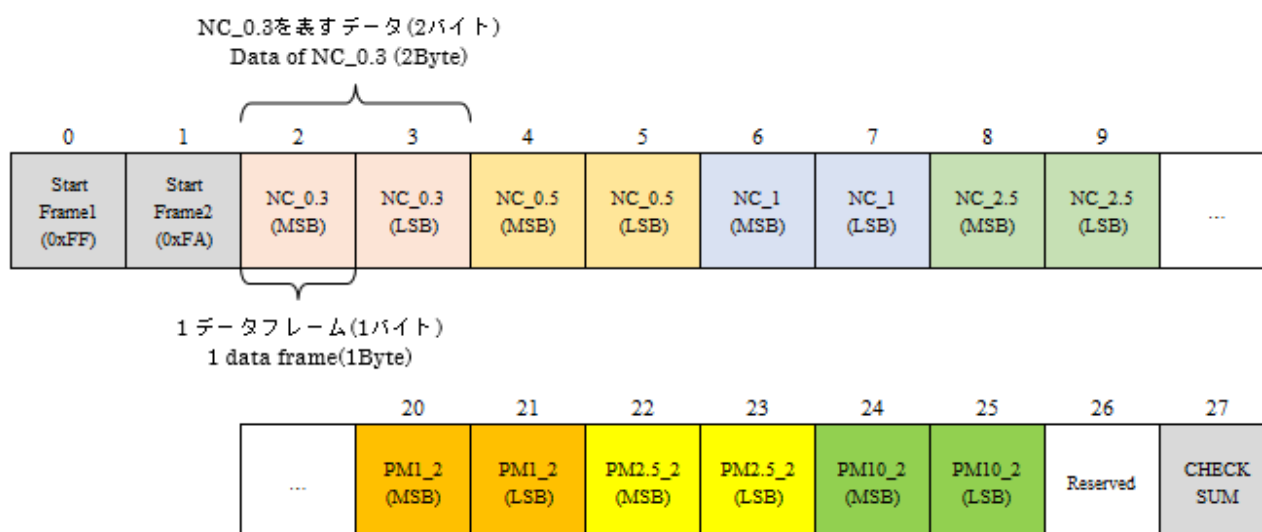

Fig. 5. データ内容 (Contents of data)
- This sensor outputs 28 bytes of data once in a second as shown in Fig.5 below.
- 上記の図5に示すように、各UART出力データは2バイトのビッグエンディアンのフォーマットになっています。
- As shown in Figure 5 above, each UART output data is in 2 byte big endian format.